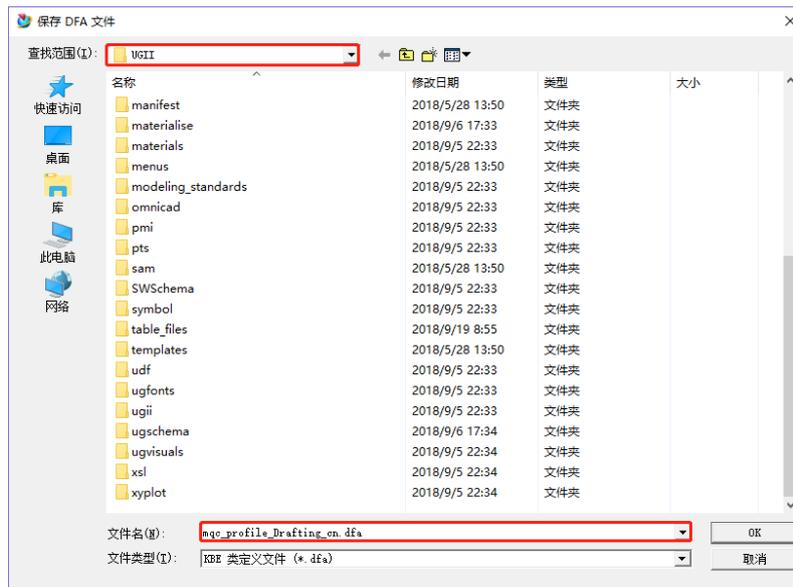

图 5
4. 点击**检查包另存为**按钮，将该检查包进行存储，名称为“mqc\_profile\_Drafting\_cn.dfa”，建议将文件存储到 NX 安装目录下，本案例存放在 NX 安装目录下的 UGII 文件夹中，如下图 5 所示：